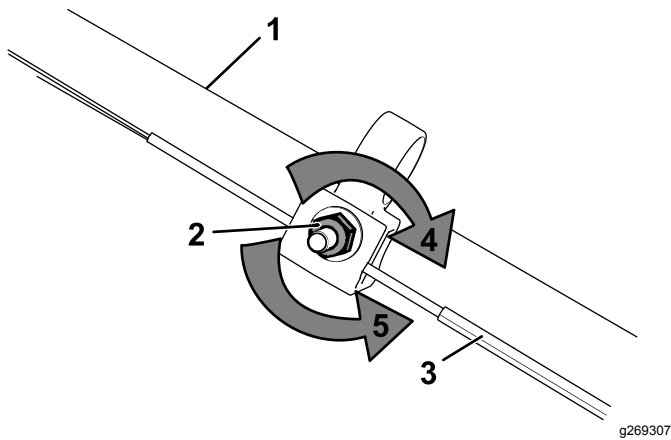

Figura 31
1. Gire la tuerca de ajuste en sentido antihorario para aflojar el ajuste del cable (Figura 31).
- Ajuste la tensión del cable (Figura 31) tirando del mismo hacia atrás o empujándolo hacia adelante, y sujételo en esa posición.